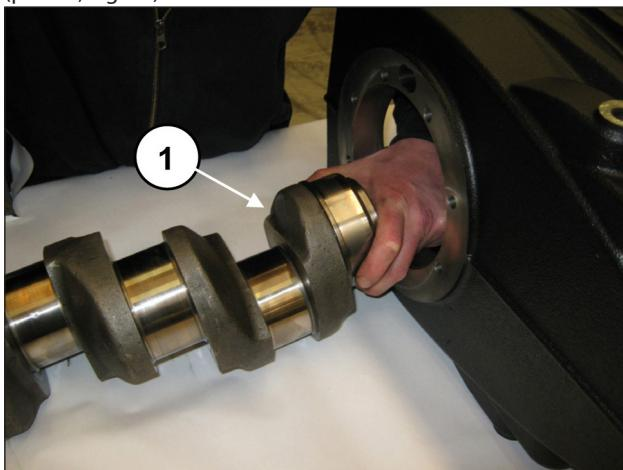
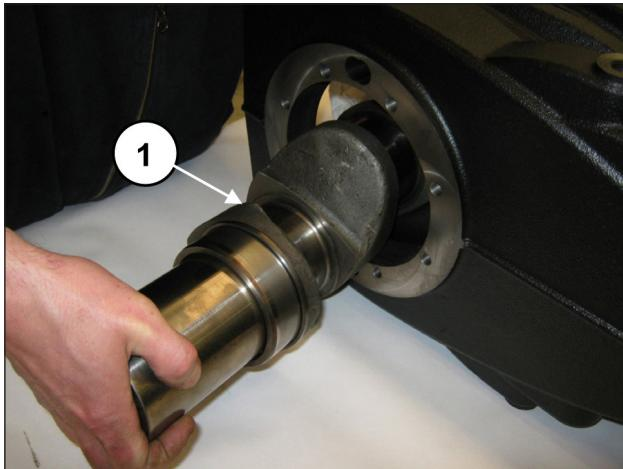

Fig. 49
Fig. 50
Introducir el eje desde el lado del PTO sin golpear los cilindros de las bielas montados anteriormente (pos. ①, Fig. 49) y (pos. ②, Fig. 50).